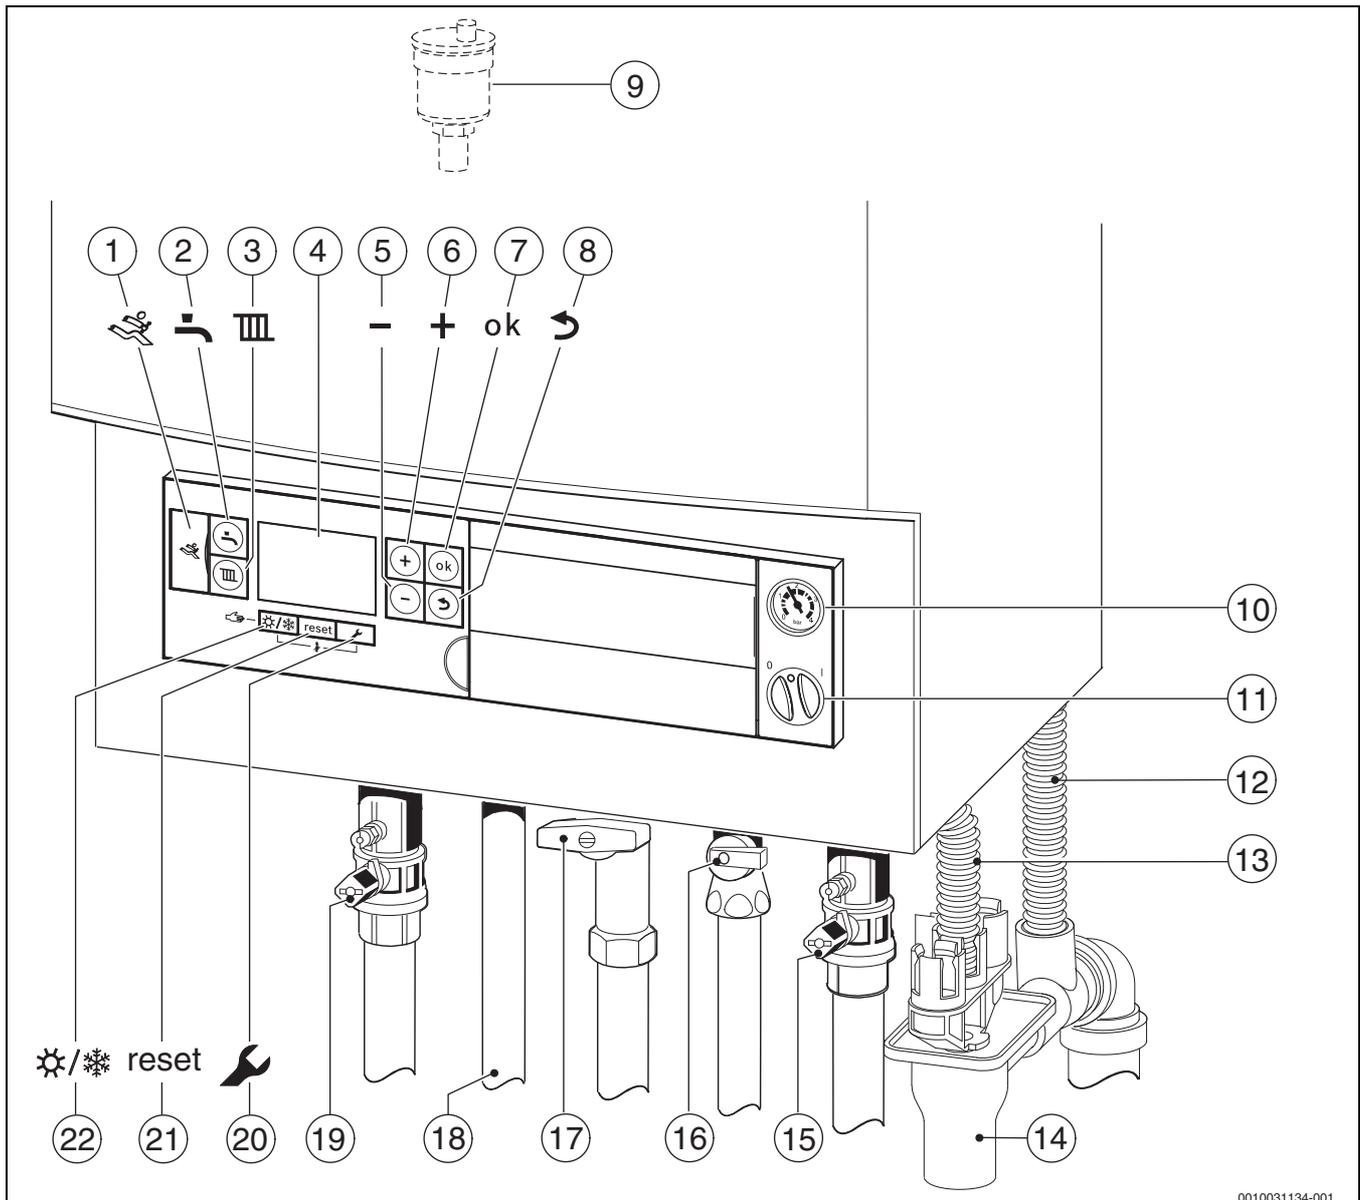

Bild 50 Übersicht der Anschlüsse, Schalter und Tasten GB172-14/20/24/24K
- ▶ Heizungsvorlaufhahn und Heizungsrücklaufhahn (→ Bild 50 [15] und [19], Seite 34) öffnen.
- ▶ Automatischen Entlüfter öffnen (offen lassen) (→ Bild 50, [9], Seite 34).